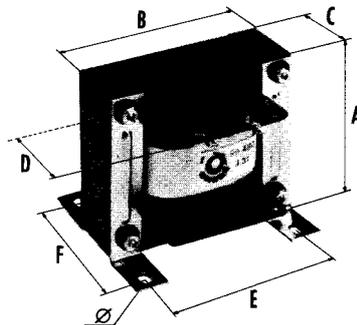

Fig. 2
- à équerres (figure 2). Ce modèle peut être livré nu à encastrer.
MODELE A EQUERRE (fig. 2)